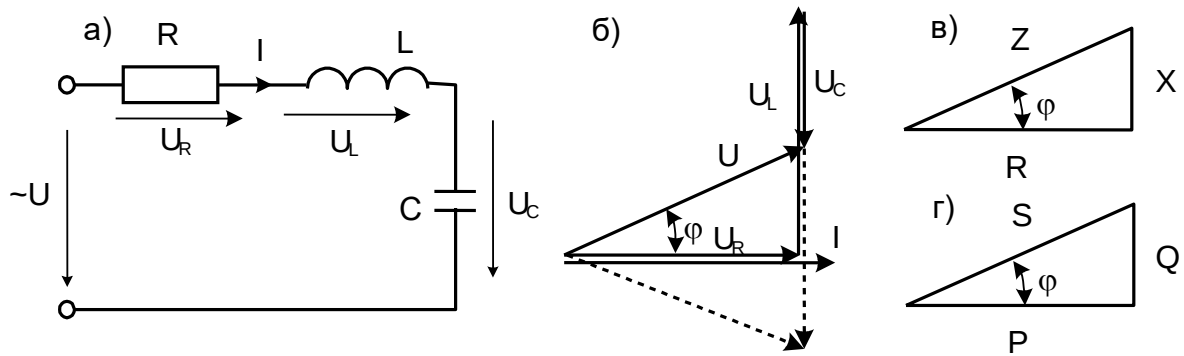

Рис. 3.1.
отдельных элементах. При сложении, чтобы учесть фазовые сдвиги между напряжениями, удобно использовать векторные диаграммы. На векторной диаграмме действующие (или амплитудные) значения токов и напряжений изображают векторами, длины которых равны численным значениям токов и напряжений, а углы между ними соответствуют фазовым сдвигам (рис. 3.1б).
При последовательном соединении R, L, и C (рис.3.1а) через все элементы протекает один и тот же ток. Тогда напряжение на всей цепи можно определить по второму закону Кирхгофа, как сумму напряжений на отдельных элементах. При сложении, чтобы учесть фазовые сдвиги между напряжениями, удобно использовать векторные диаграммы. На векторной диаграмме действующие (или амплитудные) значения токов и напряжений изображают векторами, длины которых равны численным значениям токов и напряжений, а углы между ними соответствуют фазовым сдвигам (рис. 3.1б).
Все соотношения между активным, реактивным и полным сопротивлениями, а также углом  $\varphi$ , хорошо иллюстрируются с помощью треугольника сопротивлений (рис. 3.1в), который подобен треугольнику напряжений.
**мощностью:**  $P = UI \cos \varphi = I^2 R$ . Она измеряется в Вт. Кроме активной мощности в цепях переменного тока используют понятия **полной мощности**  $S = UI = I^2 Z$ , (В·А), **реактивной мощности**  $Q = UI \sin \varphi = I^2 X$ , (вар), а также индуктивной мощности  $Q_L = I^2 X_L$ , (вар) и ёмкостной мощности  $Q_C = I^2 X_C$ , (вар). Очевидно, что  $Q = Q_L - Q_C$ . Все соотношения между мощностями можно проиллюстрировать треугольником мощностей, подобным треугольникам напряжений и сопротивлений (рис. 3.1г). При резонансе, когда  $X = X_L - X_C = 0$  и  $\varphi = 0$ , реактивная мощность также равна нулю, а активная равна полной мощности.